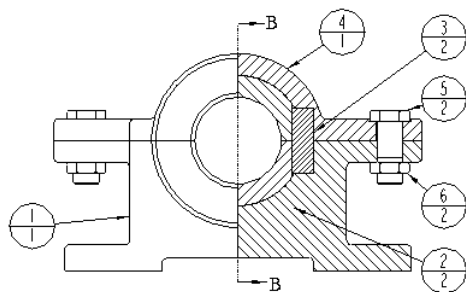

图 8.5.5 带数量的 BOM 球标
Step3. 依次选择 **With Qty (带数量)** → **Done/Return (完成/返回)** 命令, 将原有 BOM 球标修改为带数量的球标, 修改结果如图 8.5.5 所示。